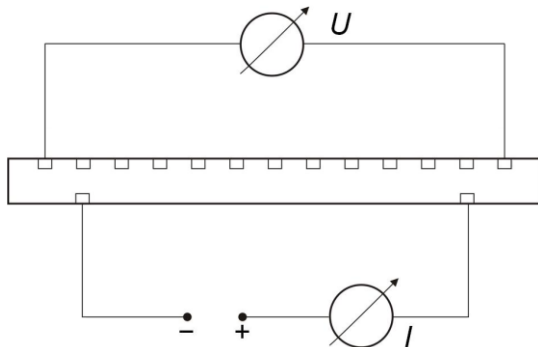

Fig. 1 Representación esquemática de la medición de cuatro conductores.
- La fuente de alimentación y el amperímetro se conecta de acuerdo con la Fig. 1. Las barras metálicas llevan a la altura de la segunda y la doceava posición de medición sendos orificios para conexión de corriente.